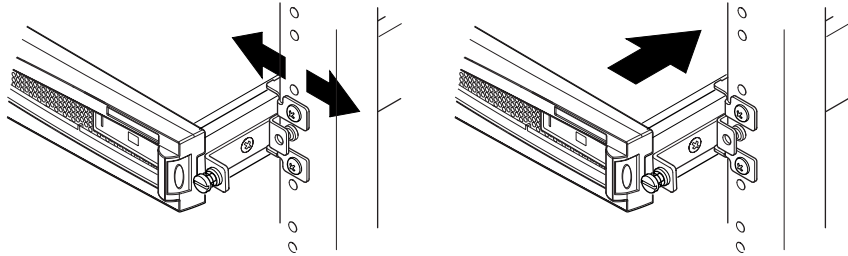

图 2-8 调节滑板安装固定头，将服务器用螺钉拧紧到机架中
8. 将服务器侧面的翼形螺钉对准机架上的滑板安装固定头（请参见图 2-8）。